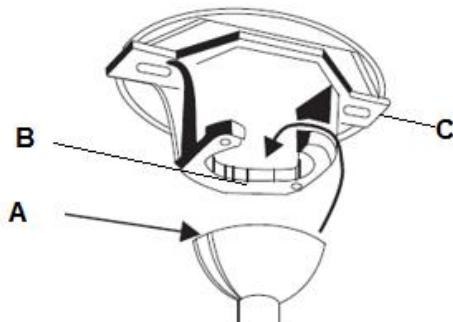

Imagen 9
4. **Cuelgue el conjunto del ventilador en el soporte (ver apartado «Cómo colgar el ventilador» e imagen 9).**
CÓMO COLGAR EL VENTILADOR (Imagen 9)
Levante el conjunto del ventilador y móntelo en el soporte. Asegúrese de que la ranura de llave (A) del florón esté sobre el la clavija de llave (B) del soporte (C) para evitar que el ventilador se mueva cuando esté funcionando. (Imagen 9)